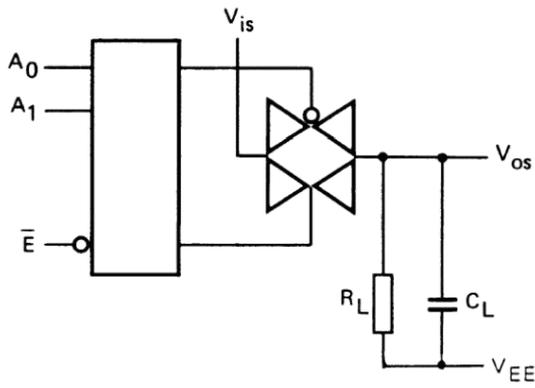

图 3
1. RL=10KΩ到 VEE; CL=50pF 到 VEE; E- = VSS; Vis=VDD (方波); 如图 3 所示
2. RL=10KΩ; CL=50pF 到 VEE; E- = VSS; An=VDD (方波); 测量 tPLH 时 Vis=VDD, RL 到 VEE; 测量 tPHL 时 Vis=VEE, RL 到 VDD, 如图 3 所示
3. RL=10KΩ; CL=50pF 到 VEE; E- = VDD (方波); 测量 tPHZ 和 tPZH 时, Vis=VDD, RL 到 VEE; 测量 tPLZ 和 tPZL 时, Vis=VEE, RL 到 VDD; 如图 3 所示
6. RL=10KΩ到 VEE; CL=15pF 到 VEE; E- 或 An=VDD (方波); 干扰是 |Vos| (峰值); 如图 3 所示